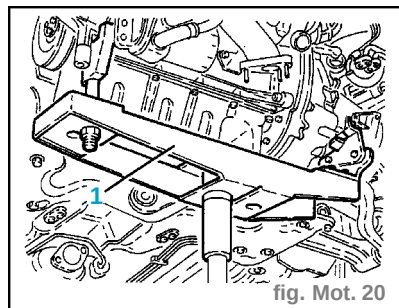

fig. Mot. 20
- Fixer l'outillage (1) ainsi assemblé, au groupe motopropulseur, comme indiqué en illustration. (fig. Mot. 20)